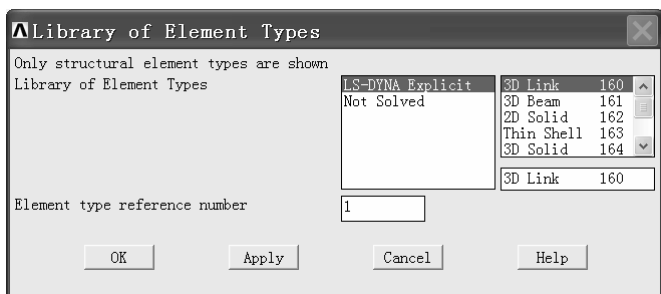

图 10-61 “Library of Element Types” 窗口
(2) 单击“Element Types”窗口中的“Add...”按钮, 弹出“Library of Element Types”窗口(见图 10-61)。
(3) 在“Library of Element Types”窗口中的左边方框中用鼠标单击选中“LS-DYNA Explicit”(选中后背景变为蓝色), 在右边方框中用鼠标单击选中“Thin Shell 163”。